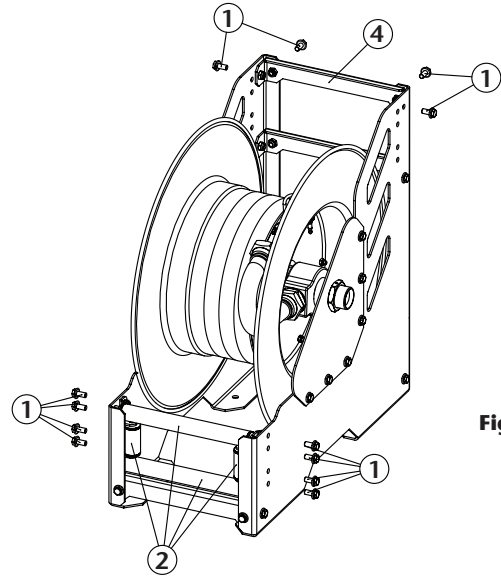

Fig. 1
3. Retirar os parafusos (1) e extrair o conjunto dos rodilhos de saída da mangueira (2) e desmontar as travessas da saída (4) (Fig. 1).